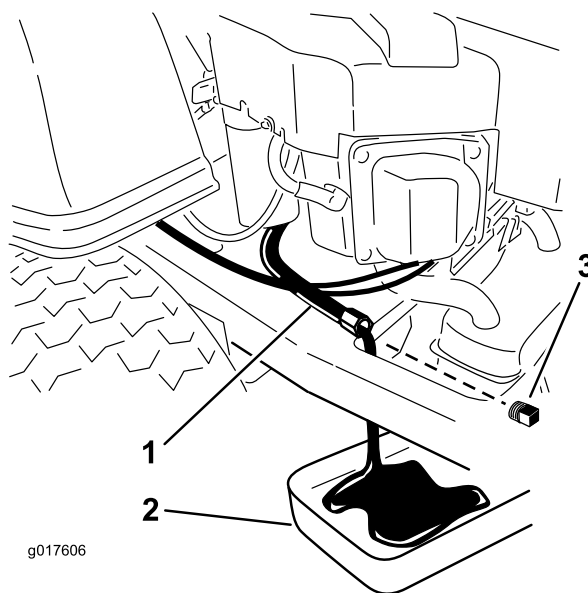

Figure 30
4. Trouvez l'emplacement du flexible de vidange d'huile du côté gauche du moteur. Le bouchon de vidange est fixé à un flexible de vidange (Figure 30). Nettoyez autour du bouchon et du flexible de vidange d'huile.
5. Placez un bac de vidange sous la machine, juste sous le flexible de vidange, comme illustré à la Figure 30.
6. À l'aide de deux clés (l'une pour tenir le flexible de vidange d'huile et l'autre pour desserrer le bouchon), retirez le bouchon de vidange d'huile (Figure 30).
12. Lorsque la vidange est terminée, remplacez le bouchon de vidange. Serrez le bouchon à 14 Nm (125 po-lb). Essuyez l'excédent d'huile (Figure 30).